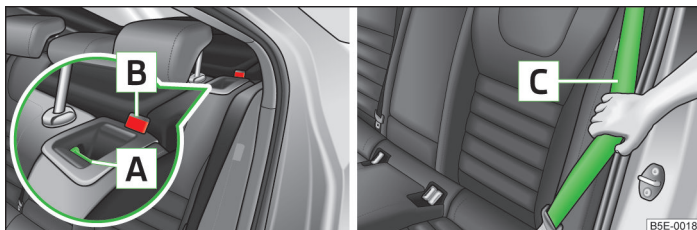

Fig. 50 Desbloquear/bloquear el respaldo
- Presionar el botón de seguridad [A] » fig. 50 y abatir completamente el respaldo hacia delante.
- Mantener el cinturón de seguridad lateral trasero [C] » fig. 50 en el borde del revestimiento lateral.